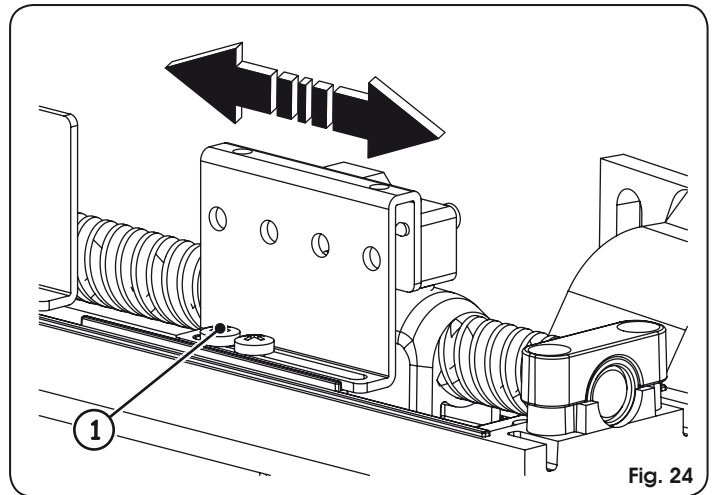

Fig. 24
- Die Befestigungsschrauben der einzustellenden Endschalter lockern, Abb. 24 – Bez. ①.